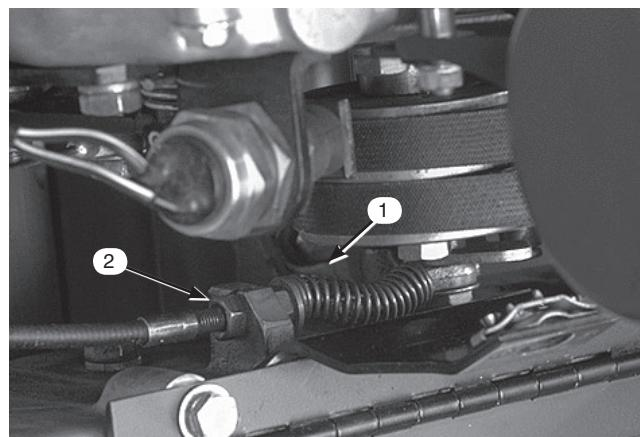

図43
2. Vベルト・カバーを固定しているリテーナをゆるめて、カバーを開ける(図43)。
3. 走行ケーブルの前ジャム・ナットをゆるめ、後ジャム・ナット(図43)を締めてケーブルの張りを出し、1.4 ~2.3 kgの力でブレーキがつながるようにする。力の計測はレバーのノブの部分で行う。ブレーキ・バンドが締まりっぱなしにならないよう注意すること。